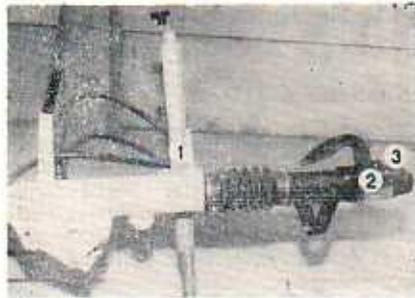

Abb. 11 — Kugelkupplung, Auflaufvorrichtung
- Schmiernippel am Schubstück (Schmierfett SWA, SWC) (Abb. 11),